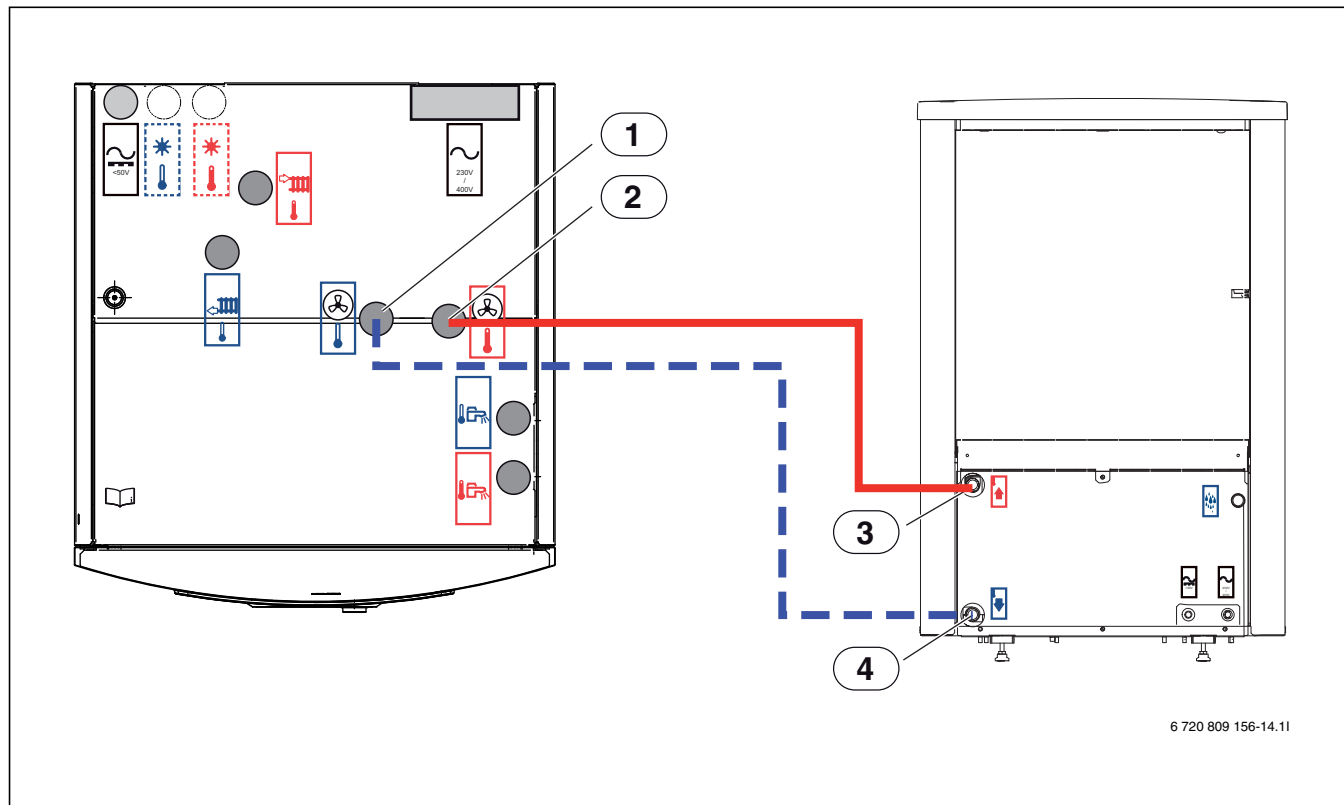

Bild 11 Värmepumpsmodul anslutningar värmepump
Om värmepumpsmodulen och värmesystemet fylls innan värmepumpen anslutits, måste värmebärare in och ut (till / från) värmepump kopplas samman för att säkerställa cirkulation (→ [1] och [2], Bild 11).
- Anslut returledningen till värmepumpen [4] 11 till värmebärare ut [1] Bild 11.
- Anslut framledningen från värmepumpen [3] 11 till värmebärare in [2] Bild 11.